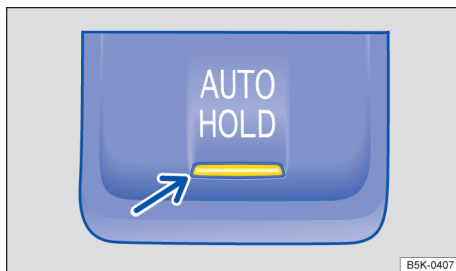

Fig. 125 No console central: botão do Auto Hold.
- Pressionar o botão **AUTO HOLD**. A luz de controle no botão **AUTO HOLD** → Fig. 125 se acende em amarelo. O Auto Hold está pronto para funcionamento, porém o veículo não é obrigatoriamente mantido parado → ⚠.
- Pressionar o botão **AUTO HOLD** → ⚠. A luz de controle no botão **AUTO HOLD** → Fig. 125 se apaga.